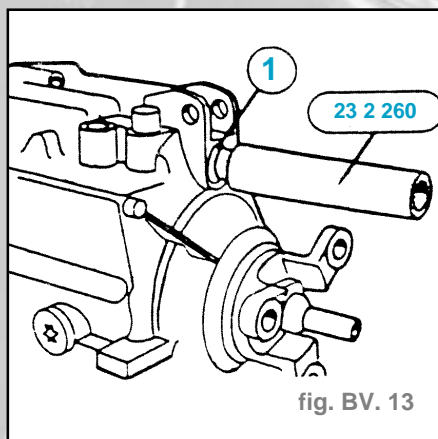

fig. BV. 13
- Emmancher la bague d'étanchéité radiale (1) avec l'outil spécial **23 2 260** (fig. BV. 13).